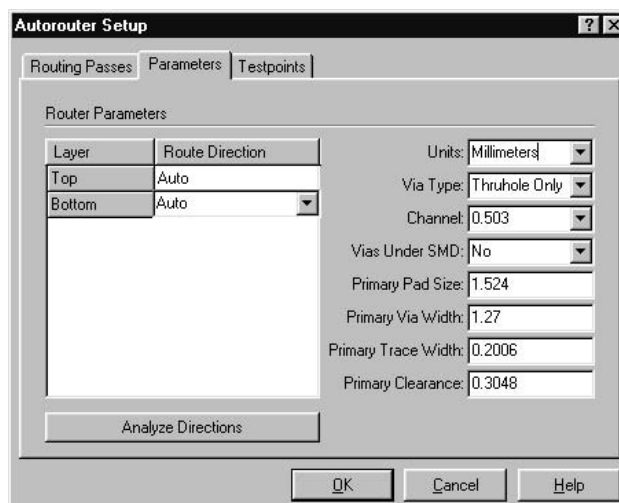

Рис.8.2.4
- На закладке **Parameters** (рис.8.2.4) в поле **Router Direction** для слоев ПП задают ориентацию трасс. Щелчок в этой колонке напротив требуемого слоя вызывает стрелку, по которой открывается ниспадающее меню вариантов ориентации трасс: